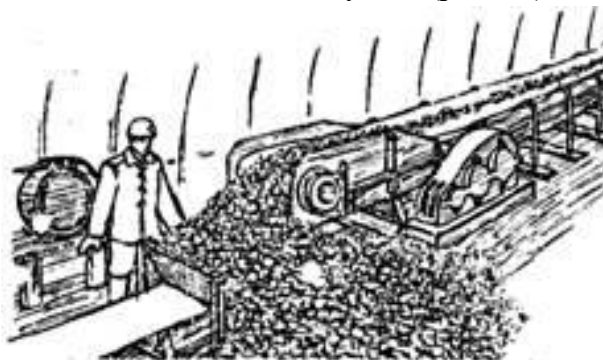

Рисунок 13
37. Вы обслуживаете линию ленточных конвейеров. В месте перегрузки с конвейера на конвейер Вы заметили, что начал накапливаться уголь (рис. 13).